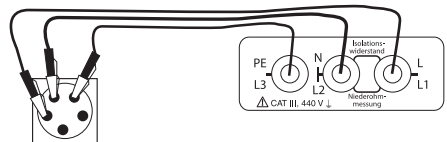
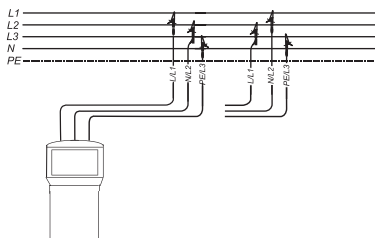

Bild 5.8.2:
Bild 5.8.3: Anschluss bei Drehfeldprüfung direkt an der Anlage
► Verbinden Sie nun die Messleitungen mit dem Prüfobjekt, Anschluss siehe Bild 5.8.2 oder Bild 5.8.3.